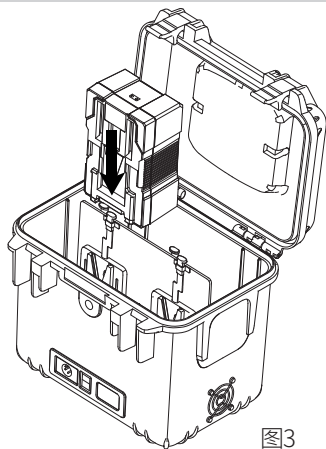

图3
- 1、将V字型摄像机电池按照图3箭头所示方向，贴合电池锁扣滑座安装，垂直向下轻轻按压，听到“咔哒”的声音后，电池与电池扣板可靠连接；
- ①、船型电源开关向上拨至位置“—”时，24V工作模式启动，输出接口48V无电压输出；
- ②、船型电源开关向下拨至位置“=”时，48V工作模式启动，输出接口24V无电压输出；